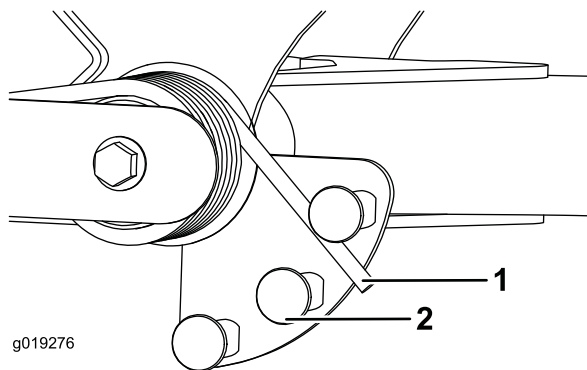

Figura 53
2. Coloque un tubo u otro objeto similar sobre el extremo largo del muelle y gírelo alrededor del actuador del muelle a la posición deseada (Figura 53).